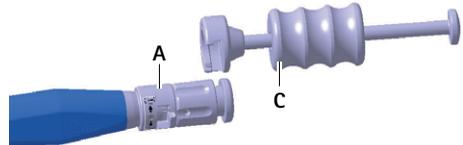

Fig. 5 Montaje del percutor en el instrumento de inserción
- ▶ Monte el percutor C en el instrumento de inserción A, ver Fig. 5.
- ▶ Monte el percutor **B** en el instrumento de inserción **A**, ver Fig. 5.